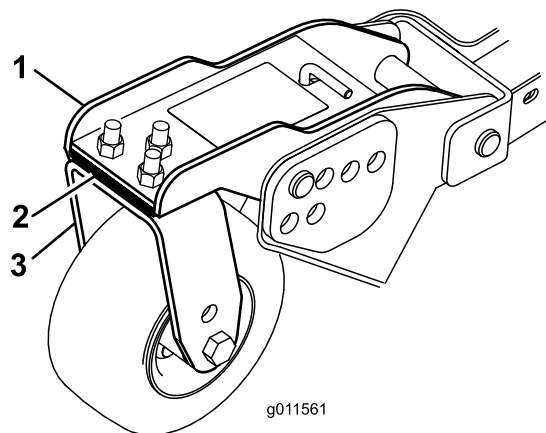

Figure 30
Tournez la lame sur chaque axe dans le sens longitudinal. Mesurez et notez la distance entre le sol et la pointe avant du tranchant. Ajoutez ou retirez des cales de 3 mm sur le(s) bras des roues pivotantes avant pour que la hauteur de coupe corresponde à celle qui est indiquée sur l'autocollant (Figure 30). Pour l'axe de la lame extérieure seulement, reportez-vous à la rubrique Réglage de l'inclinaison des lames.
3. Si le bord intérieur du plateau de coupe latéral est trop élevé par rapport au bord extérieur du plateau de coupe avant, retirez une cale de 3 mm au bas du bras pivotant intérieur avant du plateau latéral (Figure 30). Vérifiez à nouveau la distance entre les bords extérieurs des deux plateaux de coupe latéraux et la distance entre le bord intérieur du plateau de coupe latéral et le bord extérieur du plateau de coupe avant.